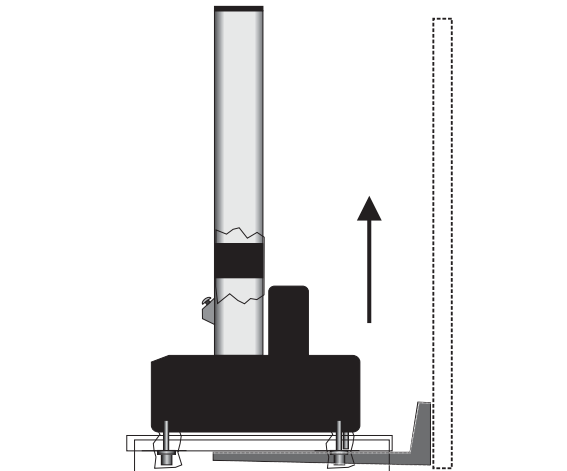

Abbildung 11. Anheben des Prüfrahmens mithilfe des Versandgestells
2. Fahren Sie mit der Gabel vorsichtig unter das Versandgestell wie in Abbildung 11 auf Seite 61 gezeigt.